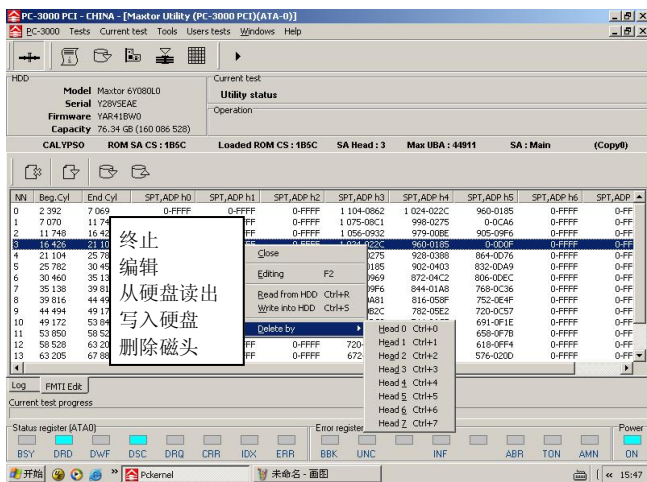

图 7-41 磁头操作界面
(38) 终止、编辑、从硬盘读出、写入硬盘、删除磁头界面，如图 7-41 所示。